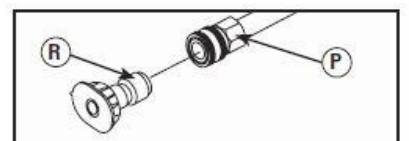

Fig. 11
5. Elija las puntas de rociado (R) que desee utilizar, tire hacia atrás del anillo de la extensión de punta (P), inserte las puntas de rociado y suelte el anillo. Tire de las puntas de rociado para comprobar que está bien montada. (See Fig. 11)